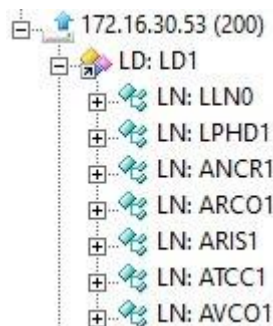

Рисунок 4.16 – Логические узлы в иерархической модели данных Конфигуратора
Логический узел (LN) представляет собой одну конкретную (из составных) функцию устройства и является наименьшим элементом, способным обмениваться данными (рисунок 4.16).